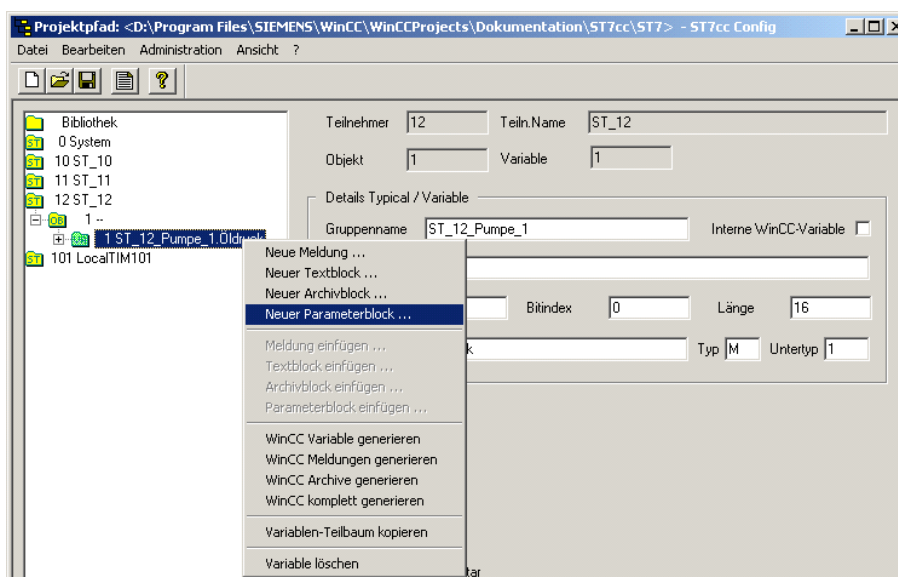

Bild 4-46 Anlegen einer Verarbeitung
Einer Variablen können eine oder mehrere Verarbeitungen zugeordnet werden. In Bild 4-46 wurde eine Variable vom Typ M angelegt. In den nachfolgenden Schritten wird der Variable als Beispiel eine Messwertverarbeitung zugeordnet.
1. Selektieren Sie die gewünschte Variable mit der rechten Maustaste und öffnen Sie das Auswahlmeneü (siehe Bild 4-46). Zum Anlegen von Verarbeitungen werden Ihnen die Optionen
2. Wählen Sie die Option *Neuer Parameterblock* (siehe Bild 4-46).